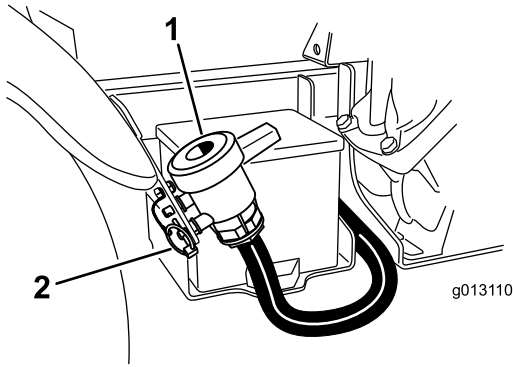

図 26
2. タンクのドレン・バルブは車両の右側にある (図 26)。バルブはバッテリー脇のフェンダー・ブラケットにある。